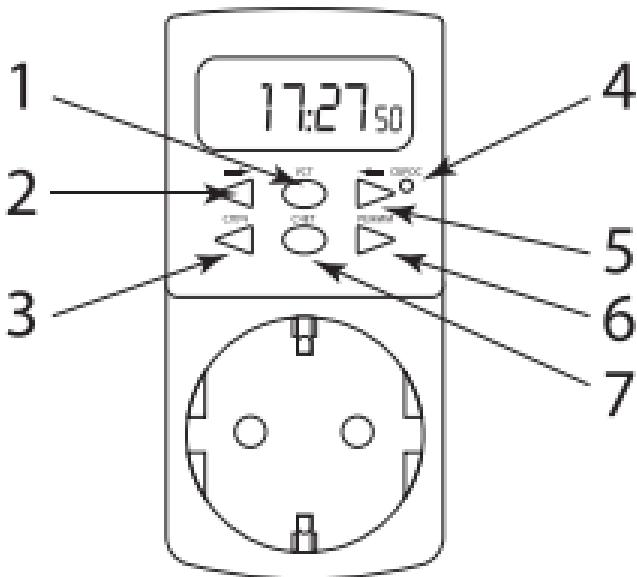

Рисунок 1. Управляющие элементы таймера
5.2. Первое подключение таймера: включите таймер в розетку 230 В, для инициализации его работы нажмите кнопку «Сброс» (рисунок 1), используя острый предмет, скрепку или ручку. Таймер готов к работе. Для полной зарядки встроенного аккумулятора таймера при первом подключении рекомендуется установить таймер в розетку на 12-14 часов.
Установка режима работы таймера	Нажимая кнопку «режим» (рисунок 1), выбрать необходимое значение на дисплее таймера: ON – нагрузка подключена в ручном режиме;